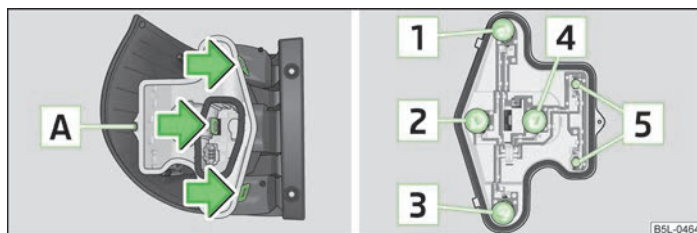

Fig. 172 Desmontaje de la parte central de la luz/luz trasera: asignación de bombillas
Resumen de la asignación de bombillas » fig. 172.
- Para alcanzar las lámparas, desenroscar el tornillo de seguridad [A] » fig. 172 con la llave Torx y presionar las tres pestañas de enclavamiento en dirección la de la flecha. Quitar el portalámparas de plástico.
- Para cambiar la lámpara [1], [2], [3] o [4] » fig. 172 girar el portalámparas hasta el tope **en el sentido contrario** al de las agujas del reloj y extraerla de la carcasa, o bien sacar la lámpara [5] del portalámparas.